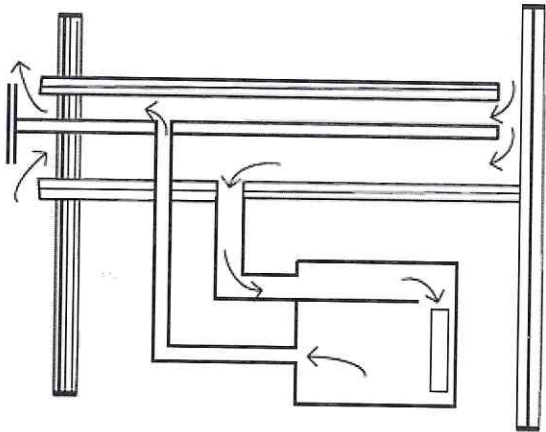
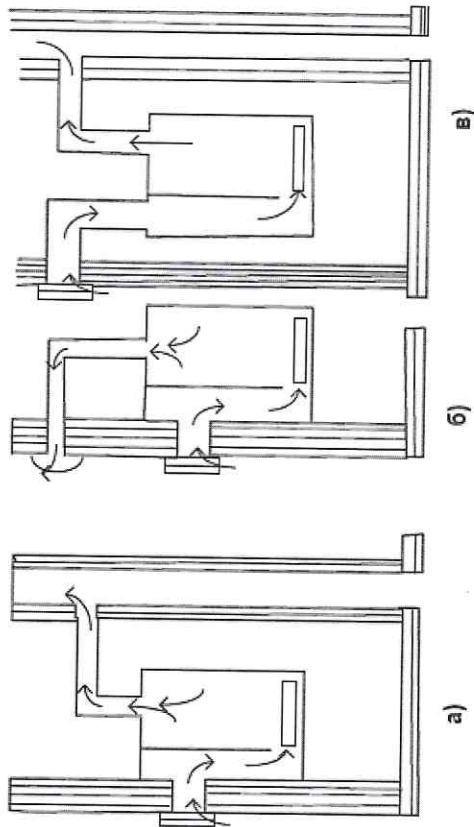

Рис.6. Раздельная система воздухоподачи и удаления продуктов сгорания через встроенный и пристроенный дымоход и воздуховод
Рис.7. Раздельная система воздухоподачи и удаления продуктов сгорания с индивидуальной подачей воздуха через заднюю стенку или через верх котла
6.9. Монтаж котла с раздельными каналами воздухоподачи и дымоудаления выполнять согласно рис. 6 и рис. 7.
а) При реализации варианта по рис. 6 для исключения эффекта обратной тяги, необходимо обеспечить соединение каналов воздухоподачи и дымохода ниже места подключения к ним соответствующих каналов воздухоподачи и дымоудаления котла.
б) При реализации варианта с индивидуальной подачей воздуха через наружную стену (рис. 7) необходимо использовать секцию воздухоподачи с терминалом, поставляемую заводом-изготовителем.